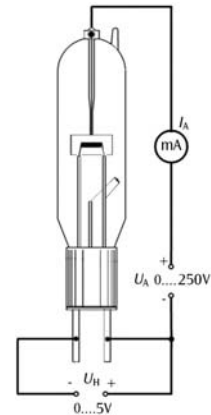

Fig. 4a Montagem de circuito para a investigação da zona de carregamento do campo e zona de saturação
- Fazer a ligação segundo Fig. 4a/b.